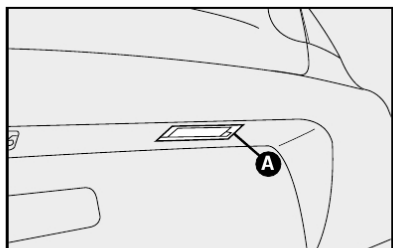

fig. 33
Siena figs. 33 e 34
1) retirar a tampa acrílica forçando-a com uma chave de fenda nos pontos indicados pela letra **A-fig. 33**;